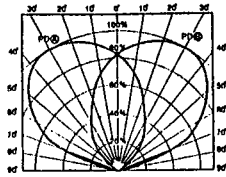

図 1
**方法** 1) 底辺 L の三角形の高さ h は、底辺端部の角  $\alpha, \beta$  が既知のとき、 $h=L/(\cot \alpha+\cot \beta)$  で与えられる。ここでは、 $\alpha, \beta$  を静的に求める。フォトダイオードの感度は全面中央が最大であるため、2 個を傾け接近させて取り付けた場合の出力 a と b から求めた  $(a-b)/(a+b)$  は、点光源と水平面とのなす角度に比例する(浜松ホトニクス S6560、図 1)1)。2 個のフォトダイオードの出力電流は、それぞれオペアンプで電圧に変換後に、反転増幅される。この出力をシリアル出力型 AD コンバータに接続した。